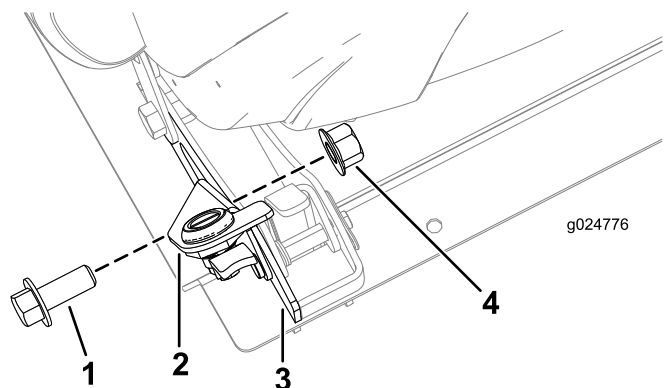

図 25
9. ロックブラケットを外側座席ガセットに固定する六角ヘッドねじ 12 x 20 mm とロックナット 12 mm を使用して図 25 に示すように固定する。